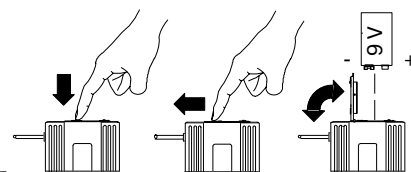

Рис.4. Установка батареи
2. В приборах серий T1, T1G, T11 нажмите на крышку отсека для батареи, сдвиньте ее и откройте, как показано на Рис. 4.